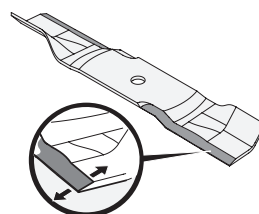

Figure 64
3. Pour affûter correctement les lames de coupe, enlevez des quantités égales de métal des deux extrémités des lames le long des bords de coupe, parallèlement au bord de fuite, à un angle de 25° à 30°. Il faut toujours affûter chaque bord de lame de la même manière pour maintenir l'équilibre de la lame (Figure 64).